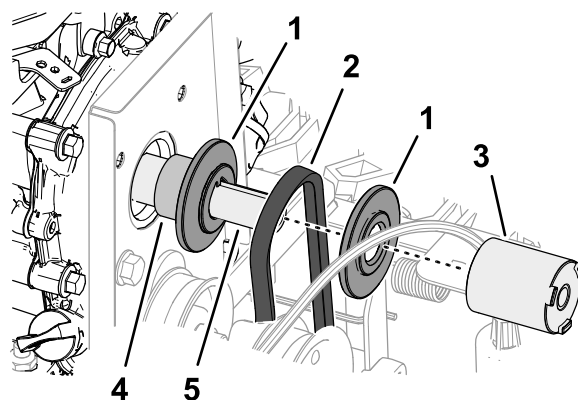

Figura 50
2. En la parte superior de la máquina, alinee la correa de tracción con la ranura de la polea de tracción, y coloque la correa de tracción sobre el cigüeñal del motor (**Figura 50**).